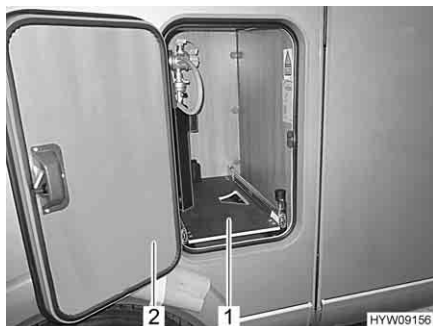

Fig. 123 Base estraibile del vano portabombole
- Aprire lo sportello (Fig. 123,2) del vano portabombole.
- Estrarre la base estraibile del vano portabombole (Fig. 123,1), fino a innestare nuovamente il pomello. La base estraibile del vano portabombole è ora bloccata in questa posizione.